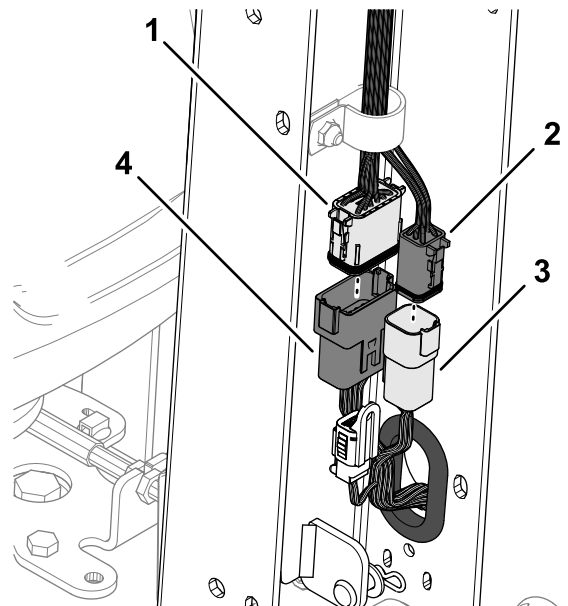

図 9
2. マシンのハーネスの12ピンコネクタを、ハンドルバーのワイヤハーネスの12ソケットコネクタに接続する 図 9。